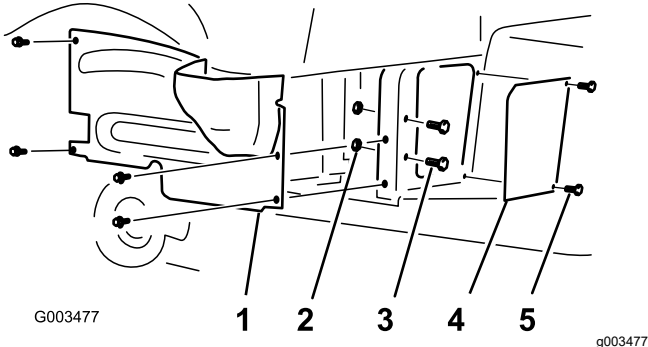

Bild 1
2. Nehmen Sie die vier Bundbolzen ab, mit denen die rechte Radabdeckung am Rahmen befestigt ist (**Bild 1**).
4. Nehmen Sie die beiden Schrauben, zwei Bolzen, zwei Scheiben und zwei Muttern ab, mit denen die Gitterplatte am Rahmen befestigt ist (**Bild 1**). Bewahren Sie die Unterlegscheiben für den späteren Einbau auf.